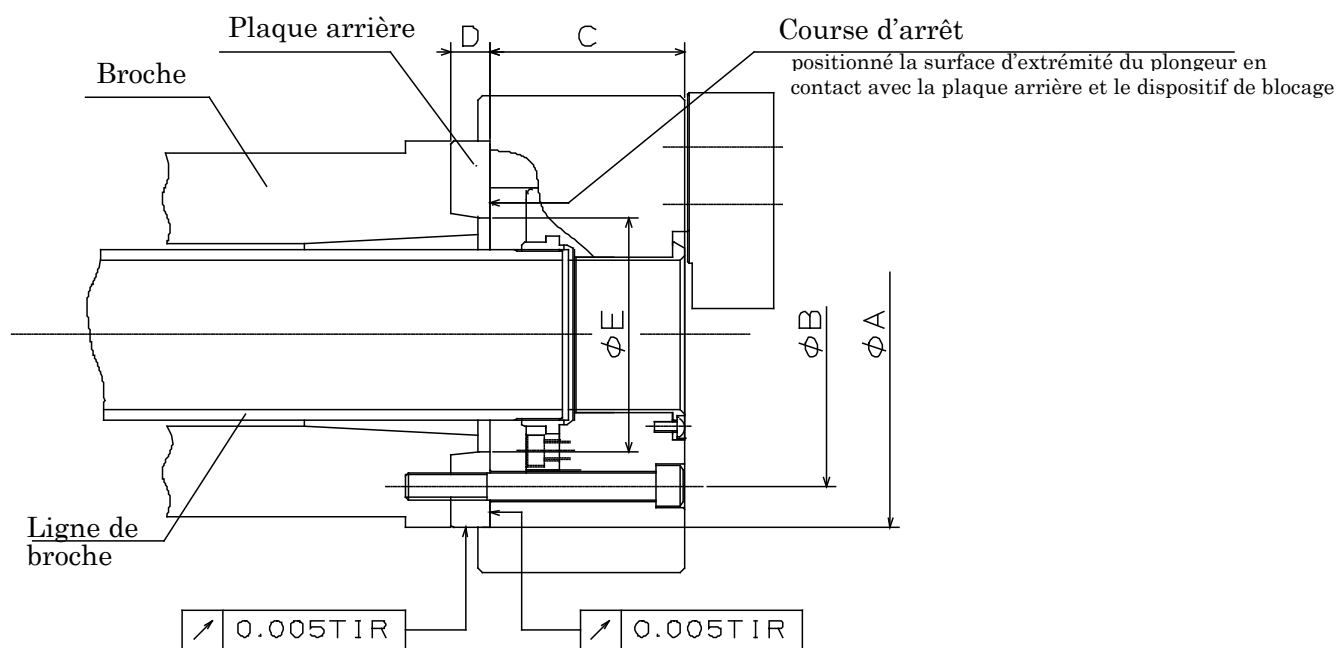

Figure 17
- La figure 17 illustre le cas d'un cône court selon la norme JIS.
- Déterminer la dimension (dimension  $\phi E$  sur la figure 17) de la contreplaque de telle sorte que la surface d'extrémité de l'écrou plongeur touche la contreplaque et s'arrête lorsqu'elle tire sur l'écrou plongeur. Si la course est supérieure à la course spécifiée, ceci peut provoquer la cassure du mandrin ou un défaut de serrage.